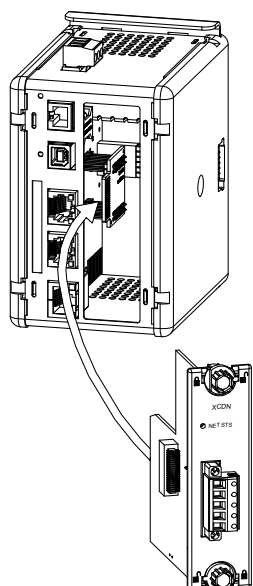

Abbildung 2.
3. Überprüfen Sie, dass die Optionskartenknöpfe sich in der "entsperrten" Position befinden, wie in Abbildung 2 angezeigt.